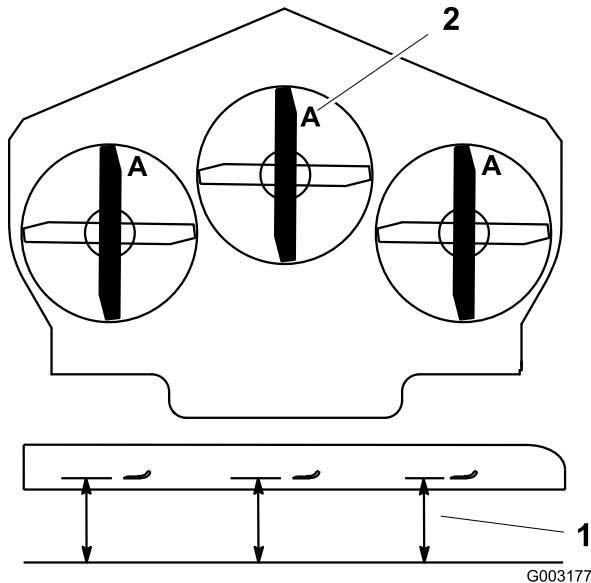

Figure 82
3. Tournez les lames dans le sens longitudinal (Figure 82). Mesurez la distance entre la surface plane et le tranchant (position A) des lames (Figure 82). Notez cette valeur.